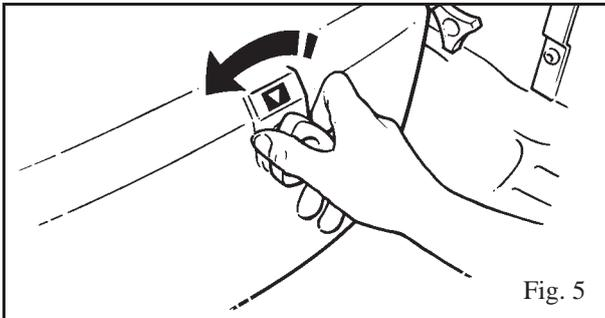

Fig. 5
Acionamento de abaixamento em caso de falhas no sistema:- Isto pode ser usado em caso de falha no controle principal. No caso improvável em que o controle manual ou o painel de controle não consiga operar o elevador com um paciente ainda sustentado pela cesta, há um recurso para abaixamento. Use o “botão de abaixamento forçado”, localizado do lado direito da tampa principal. Uma etiqueta situada acima do interruptor. (Consulte Fig. 5)
1. Para operar o abaixamento forçado, gire o botão meia volta no sentido anti-horário. (Veja Fig. 5)